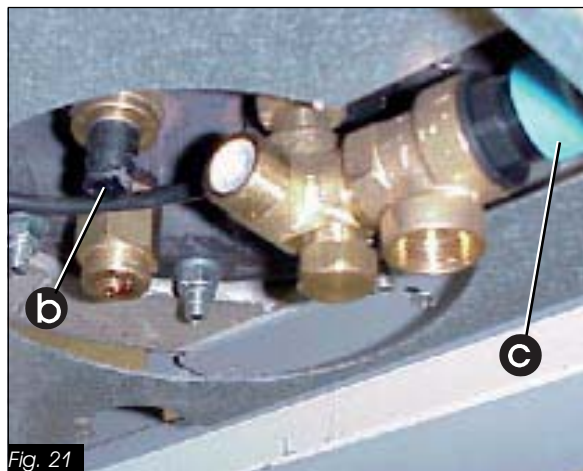

Fig. 21
- Connecter un tuyau d'évacuation sur le robinet de vidange (b fig. 21).
Il est nécessaire de s'assurer périodiquement (au moins une fois par mois) du bon fonctionnement du groupe de sécurité (c) en ouvrant le robinet (c fig. 21) quelques secondes: de l'eau doit s'évacuer sous pression.